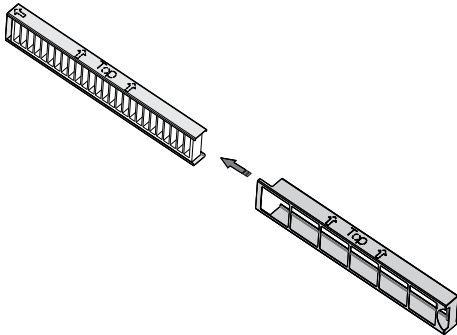
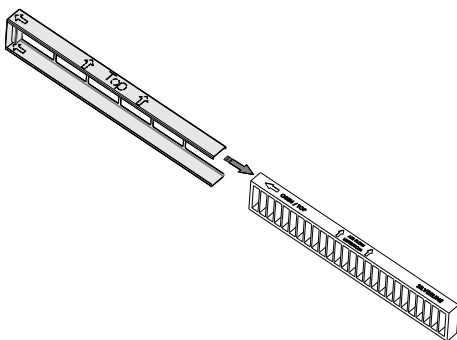

Abb. 73: Schritt 1.
Abb. 74: Schritt 2.
3. Nehmen Sie den Aktivkohlefilter im Inneren des Aufnahmeblechs aus Ihrem Gerät und ersetzen Sie ihn durch einen neuen Aktivkohlefilter (Abb. 73 / Abb. 74).